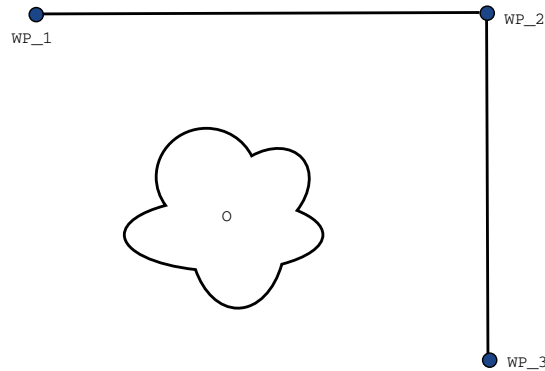

Figura 14.2: WP_1: posición inicial, WP_2: punto de la ruta, WP_3: posición de recogida, O: obstáculo.
Ejemplo Tomemos como ejemplo una aplicación de carga y descarga (ver figura 14.2), en la que el robot se encuentra en ese momento en el punto de paso 1 (WP_1) y necesita recoger un objeto en el punto de paso 3 (WP_3). Para evitar colisiones con el objeto y otros obstáculos (O), el robot debe aproximarse a WP_3 en la dirección procedente del punto de paso 2 (WP_2). Por ello, se introducen tres puntos de paso para crear una trayectoria que cumpla estos requisitos.